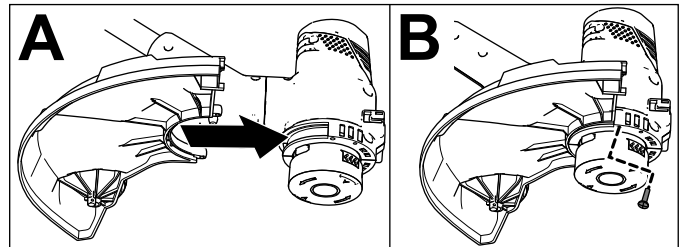

Figure 4
1. Retirez les 2 vis cruciformes scotchées au déflecteur et glissez le déflecteur sur la base de la débroussailleuse (encadré A de la Figure 4).
2. Fixez le déflecteur sur la base de la débroussailleuse à l'aide des 2 vis cruciformes (encadré B de la Figure 4).